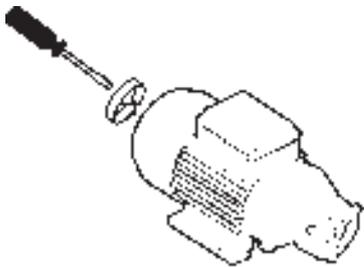

fig. 9
Dopo periodi di inattività della lavastoviglie, bisogna controllare che la pompa di aumento pressione ruoti liberamente. Per far questo si opera agendo con un cacciavite, inserendolo nell'apposito intaglio presente sull'albero motore dal lato ventilazione (vedi fig. 9). In caso di bloccaggio, smuovere l'albero motore, inserendo il cacciavite nell'intaglio, ruotandolo in senso orario ed antiorario. Queste operazioni possono essere necessarie quando interviene l'allarme (7) (cap. 11.2) di lento caricamento vasca.